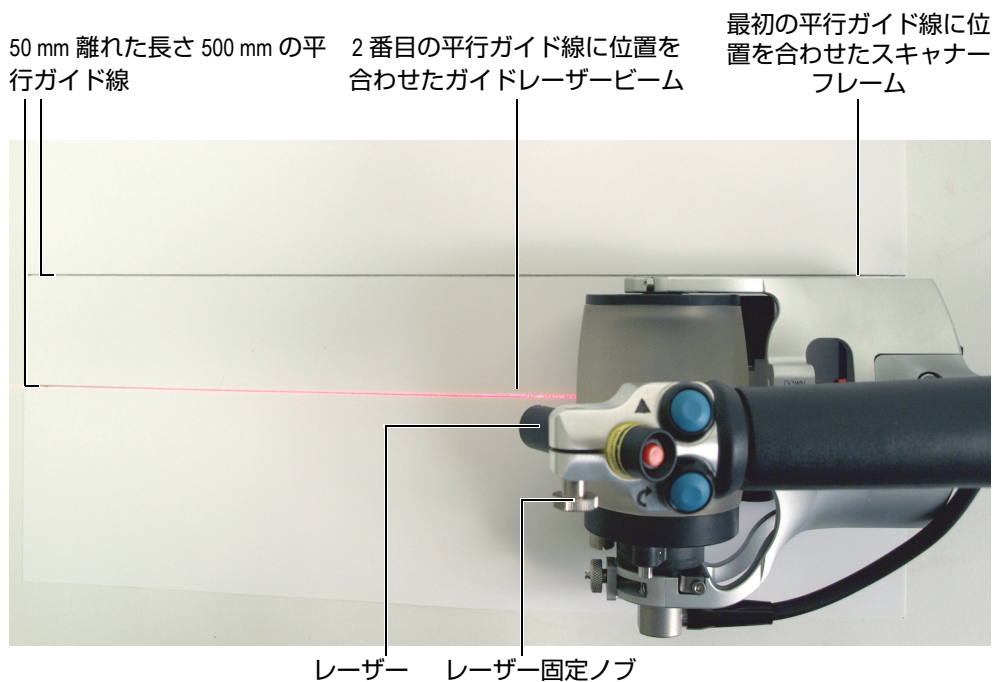

図 6-43 ガイドレーザービームの位置合わせ
1. 平面に、50 mm 離れた長さ 500 mm のふたつの平行ガイド線をひきます（124 ページの図 6-43）。